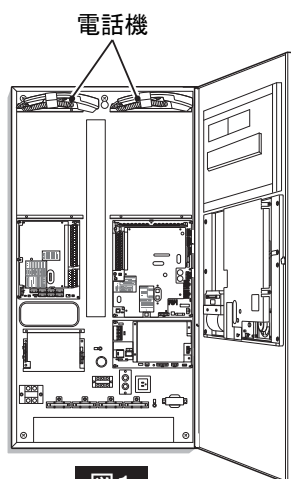

図1
- 1 電話機は本体内に収納されているか（**図1参照**）、収納袋（別売）に収納され受信機の近くに吊り下げられています。